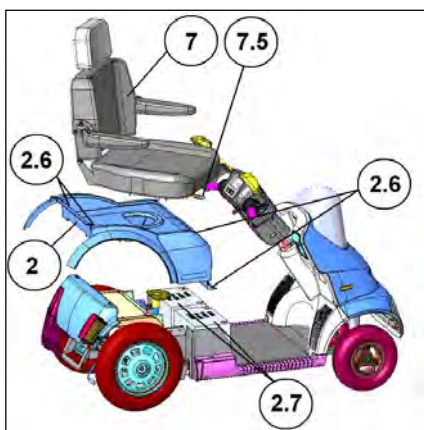
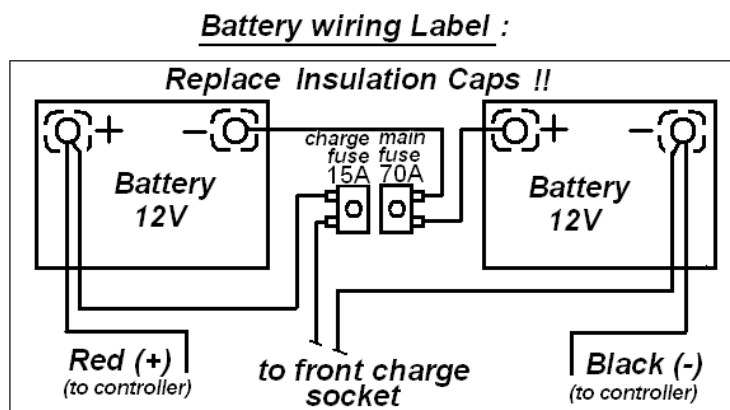

Figure 11
Figure 12
2. Les numéros entre parenthèses se réfèrent aux pièces illustrées dans la figure 11.
Remplacement des batteries	<p>Remarque ! Les batteries doivent être remplacées seulement par des professionnels spécialement formés.</p> <p>Avertissement ! Les batteries contiennent beaucoup d'énergie et risquent de causer des étincelles, résultant en un danger possible de feu.</p> <p>Avertissement ! Les travaux avec les batteries risquent de causer des dommages et des lésions s'ils ne sont pas effectués correctement.</p> <p>Pour cette procédure, référez-vous à la figure 12.</p> <ol style="list-style-type: none"> 1. Enlevez les capuchons d'isolation des bornes terminales des batteries. 2. En vous servant d'une clé de 13 mm, dévissez le câblage du terminal. Faites attention de ne pas laisser la clé toucher tout autre terminal ou pièce métallique, vu que ceci pourrait causer des dommages ou lésions corporelles. 3. Répétez les opérations 1 et 2 pour tous les autres terminaux. 4. Enlevez les vieilles batteries, puis installez les nouvelles. 5. Connectez les câbles des nouvelles batteries comme représenté dans la figure 11 (aussi représenté sur le label situé près des batteries). 6. Vissez fermement les terminaux, puis remplacez les capuchons d'isolation.